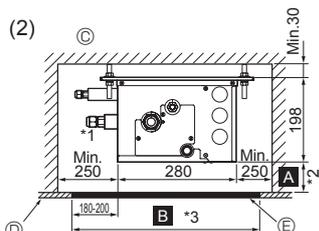
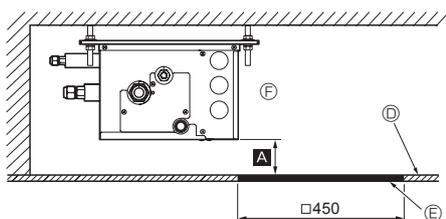

Fig. 4-5
Fig. 4-6
(2) Set fra siden (Fig. 4-5, Fig. 4-6)
I tilfælde af "□ 450" skal der udføres et vedligeholdelseshul ved en PCB-side (som vist på Fig. 4-6), og afstanden Ⓐ skal være "min. 300 mm".